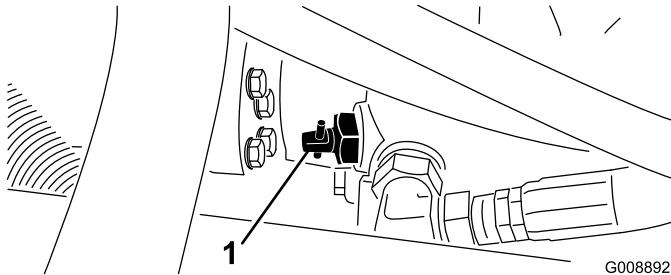

Figura 39
1. Localice la válvula de desvío en la bomba (Figura 39) y gírela 90°.